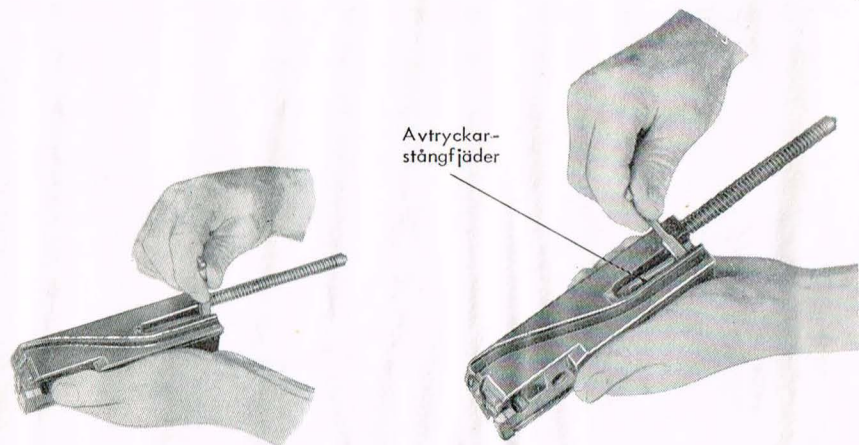

Bild 10. Avfyring
4. Gör avfyring genom att trycka ner avtryckarstängens (bild 10).